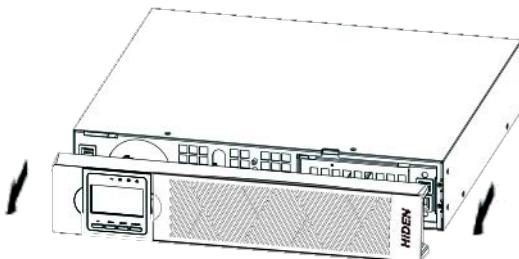

Рис. 8 Снятие передней крышки EBP
- Снимите переднюю крышку каждого EBP и ИБП (см. рис. 8).